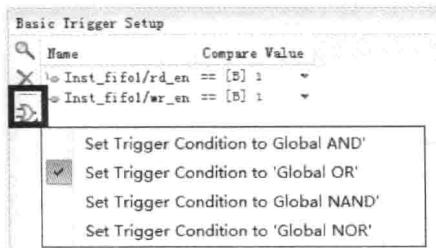

图 3.15 基本触发器设置界面
- (9) 在调试窗口中,找到如图 3.15 所示的 Basic Trigger Setup(基本触发设置)对话框界面。在该界面中,可以看到默认 Inst\_fifo1/rd\_en 的比较值为‘1’,Inst\_fifo1/wr\_en 的比较值为‘1’。单击 图标,出现浮动菜单选项。在浮动菜单内,选择 Set Trigger Condition to ‘Global OR’选项。该选项表示当 rd\_en=‘1’或者 wr\_en=‘1’时,满足触发条件,用于捕获数据。